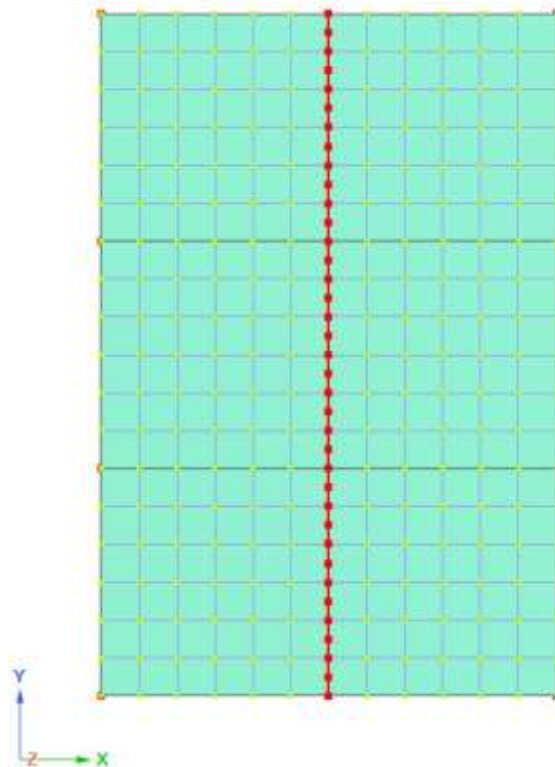

Рис. 3.10 Выбор среднего ряда колонн
- С помощью курсора выберите колонны в месте расположения диафрагмы (Рис. 3.10);